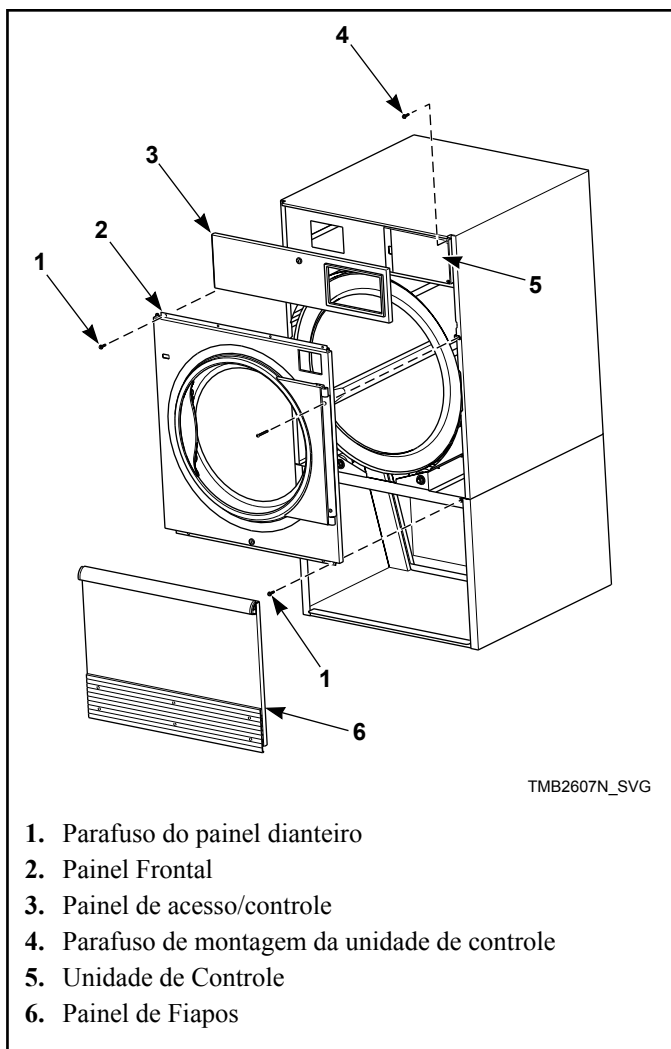
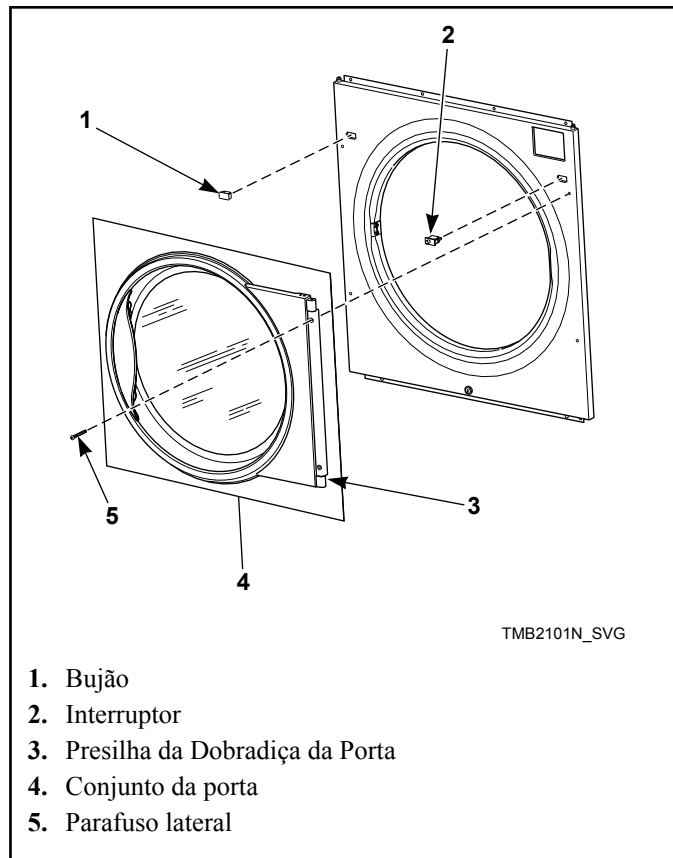

Figura 8
Figura 9
2. Destrave e remova o painel de controle. Remova dois parafusos de montagem do lado direito da unidade de controle. Abra o controle para acessar o conjunto da presilha da guia direita do flange superior. Consulte a *Figura 8*.
4. Remova os quatro parafusos do painel frontal. Consulte a *Figura 8*. Mantenha os cames da dobradiça da porta colocados na presilha da dobradiça da porta. Puxe a presilha e o conjunto da porta para fora, como se se tratassem de uma peça única. Consulte a *Figura 9*.
5. Remova os parafusos restantes do painel frontal. Consulte a *Figura 8*. Desconecte o chicote do interruptor da porta do interruptor. Retire o painel frontal. Consulte a *Figura 9*.
ruptor do painel frontal. Coloque novamente o interruptor, orientando o botão no sentido do centro da máquina. Coloque novamente o bujão na localização anterior do interruptor. Consulte a *Figura 9*.